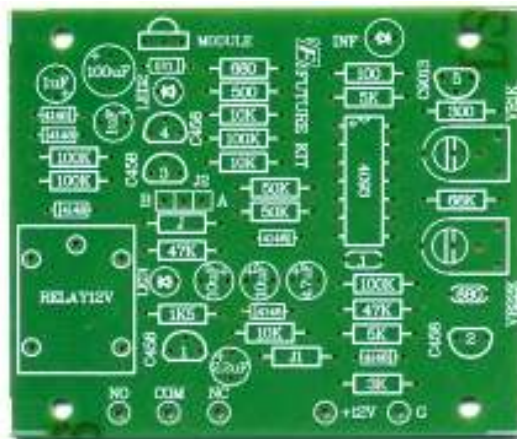

Рис. 3. Монтажная схема
3. Установите все детали согласно рис. 3 в следующей последовательности: сначала малогабаритные, а потом все остальные элементы. Припаяйте панельку микросхему, а по окончании сборки установите в панельку микросхему.